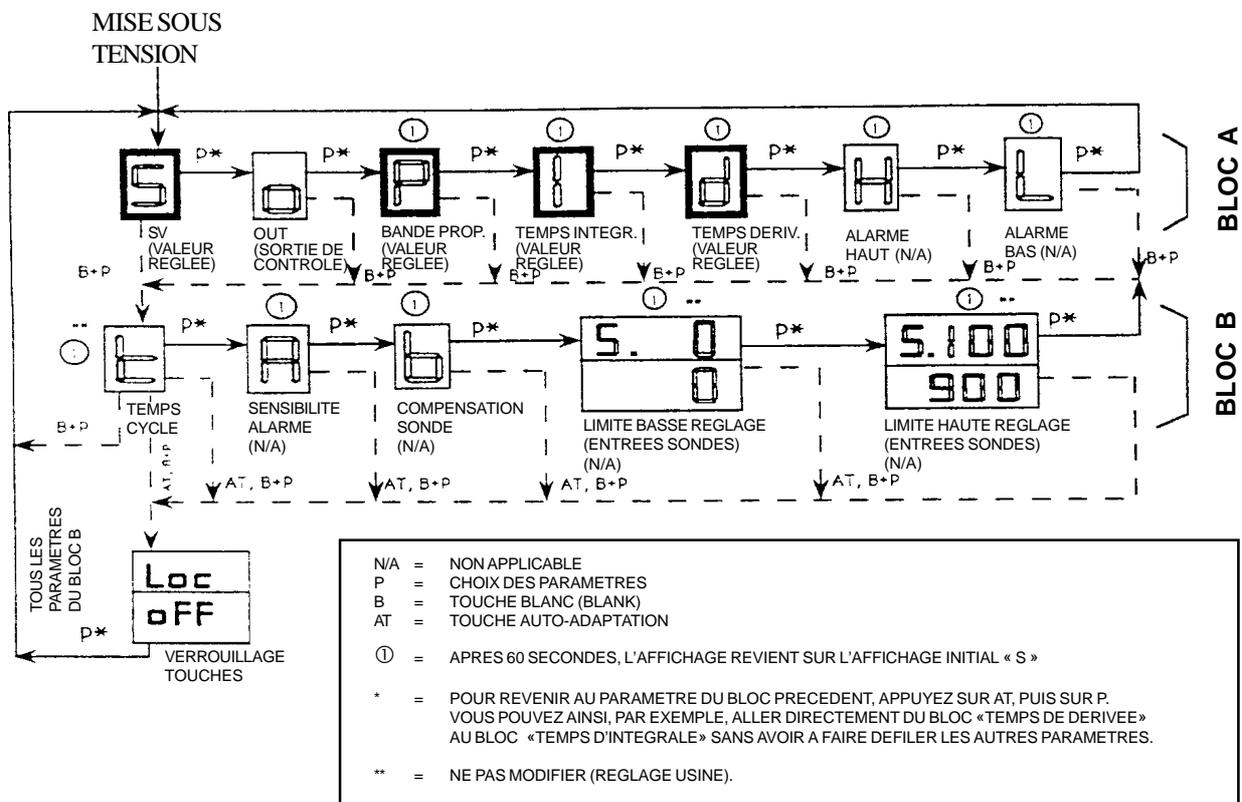

Figure 6-1. Diagramme de Paramétrage
Suivre cette procédure si vous avez engagé la fonction auto-adaptation mais que vous souhaitez restorer les valeurs PID réglées en usine. Reportez vous au diagramme de paramétrage de la Figure 6-1 tout en lisant les étapes ci-dessous.
Suivez les étapes ci-dessous pour mettre (ou remettre) en service le verrouillage de touches. Se reporter à la Figure 6-1 comme indiqué.
1. Le réglage verrouillage de touches est situé en bas à gauche du Diagramme de Paramétrage (Fig.6-1). Appuyez sur les touches B (Blanc) et P (Choix des Paramètres) simultanément pour vous déplacer sur le Bloc B. La Fenêtre de Paramètre affichera « t ».